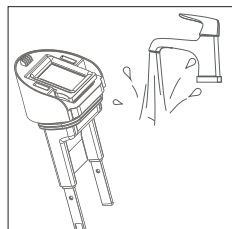

Fig. 17 – Pulizia del tappo
- ▶ Lavare il tappo sotto l'acqua corrente (**vedere Fig. 17**).